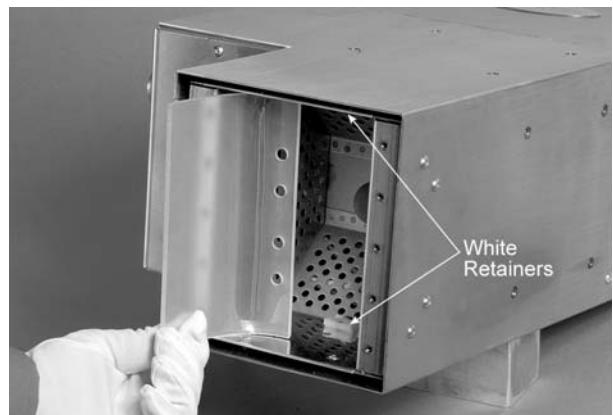

Figura 4-5 Deslocação dos refletores para dentro da cabeça de lâmpada
1. Consulte a figura 4-5. Desloque os refletores de luz focada ou de luz difusa para dentro da cabeça de lâmpada com os furos voltados para o interior.